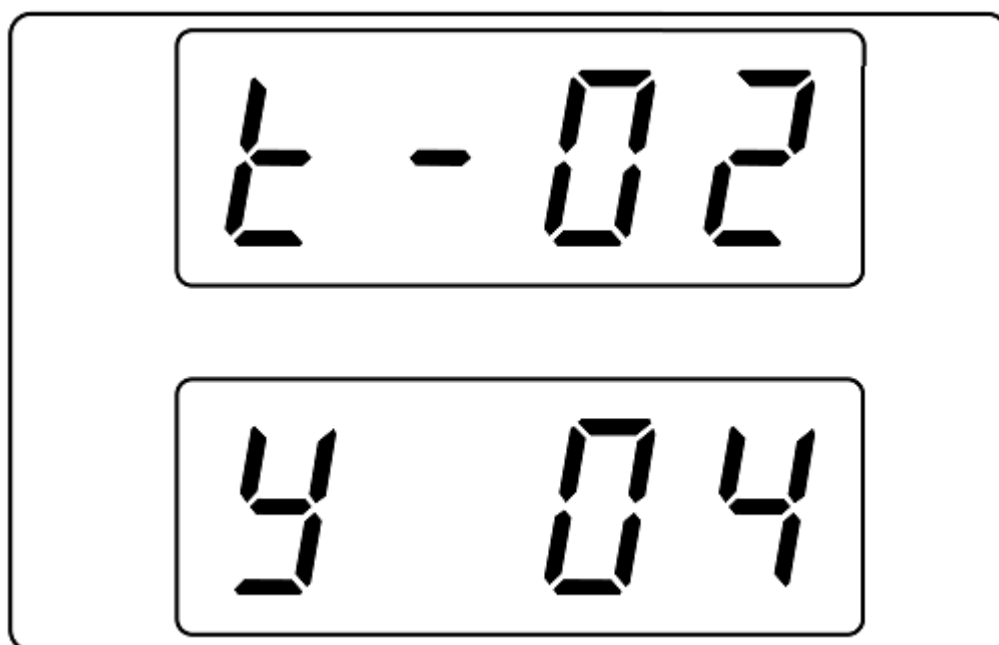

图 3-5-2
**操作步骤:** 将文件复制到内存后, 旋动 **Voltage** 旋钮选择到 1, 然后按下 **Voltage** 旋钮确认加载。例: 加载 4 号文件成功后, 会显示 (y 04) 如图 3-5-2。